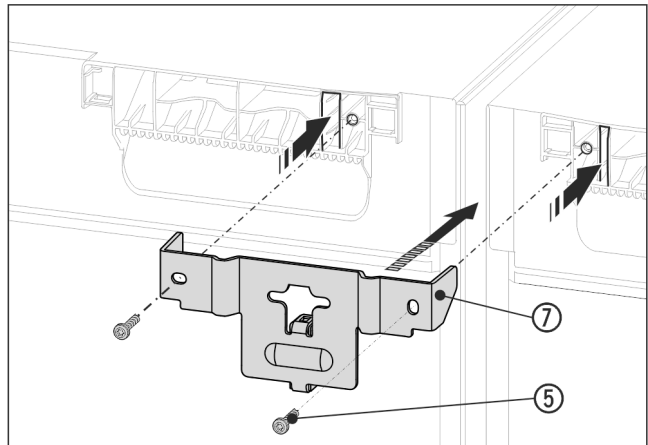

Fig. 15 Beispielhafte Darstellung
- ▶ Winkel Fig. 15 (7) mit dem Distanzstück zwischen die Geräte und mit den Laschen in die Gerätecke schieben. Mit 2 Schrauben Fig. 15 (5) festschrauben.